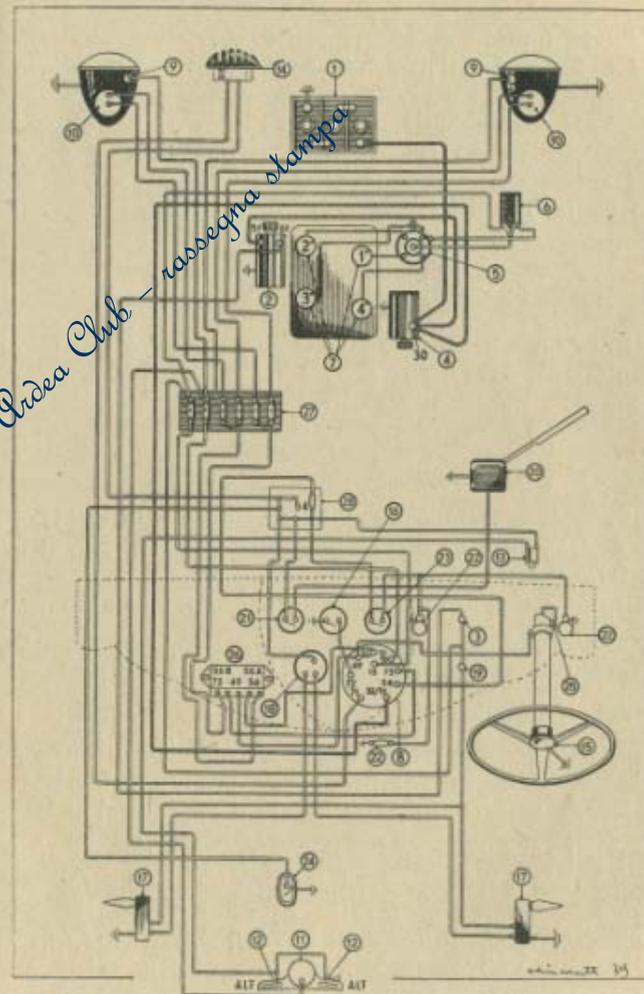

Fig. 34. - Schema dell'impianto elettrico.
Esso si compone (ved. fig. 34):
Nel circuito dei fari è inserita un'elettrocalamita (26) a due interruttori per le segnalazioni luminose ed è applicata immediatamente sopra la scatola delle valvole (vedi fig. 34).